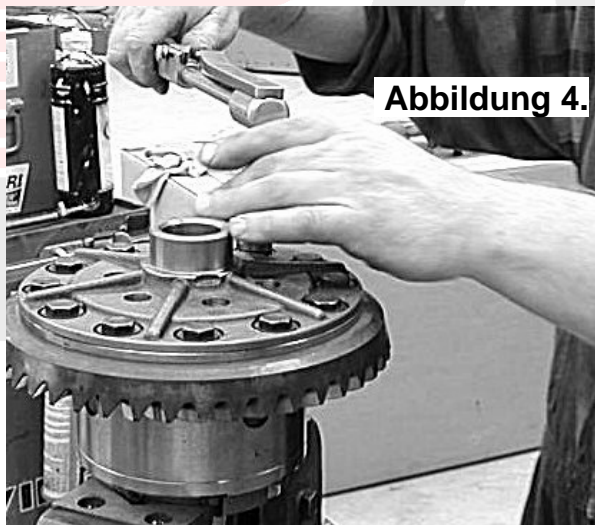

Abbildung 4.
- Ziehen Sie die Schrauben des Tellerrades gleichzeitig, entsprechend dem von Ihrem Fahrzeughersteller festgelegten Drehmoment an (siehe Abbildung 4.).